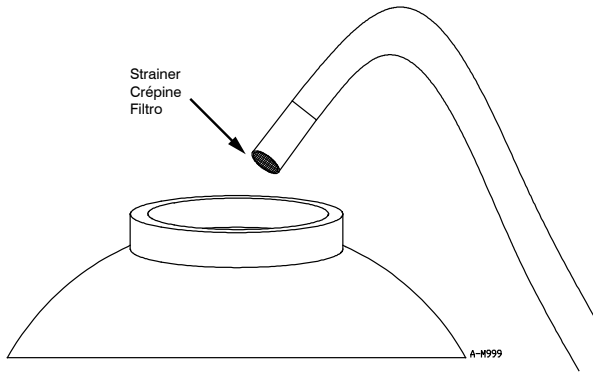

Figure 12
- Use a submersible pump or wet/dry vacuum (with a strainer on the nozzle) to remove the water from the filter (Figure 12). DO NOT remove the filter media.
5. Utiliser une pompe submersible ou un aspirateur pour déchets solides et humides (avec une crépine à l'embout) pour enlever l'eau du filtre (Figure 12). NE PAS enlever le média filtrant.